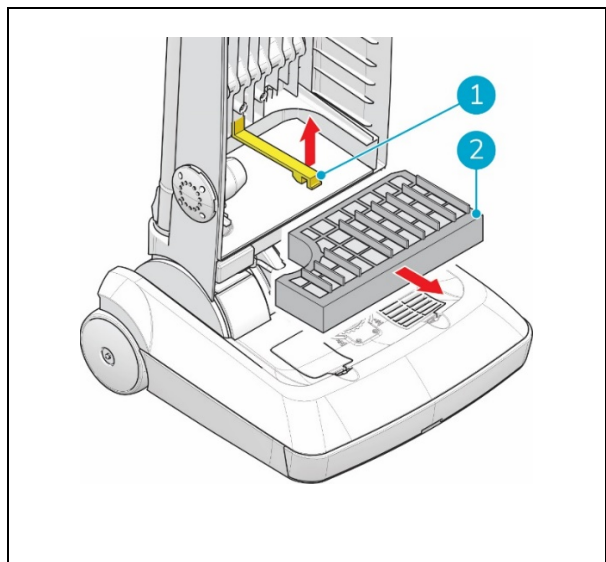

Figura 22
2. Puxe o grampo amarelo para cima (Figura 22, posição 1).
3. Remova o filtro de cassete antigo (Figura 22, posição 2).